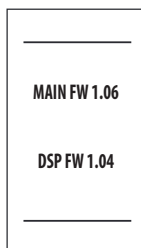

fig. 7 - Accensione / Versione software
- Durante i primi 5 secondi il display visualizza la versione software della scheda e del display (fig. 7 - Accensione / Versione software).